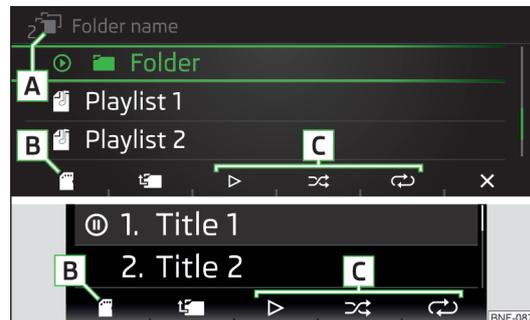

Fig. 101
Liste des dossiers/titres » fig. 101
- › Pour sélectionner la source audio dans la liste des dossiers/titres, appuyez de façon répétée sur la touche de fonction **[B]** jusqu'à ce que l'affichage suivant apparaisse sur la position **[B]** » fig. 101 à la page 87 🎵.